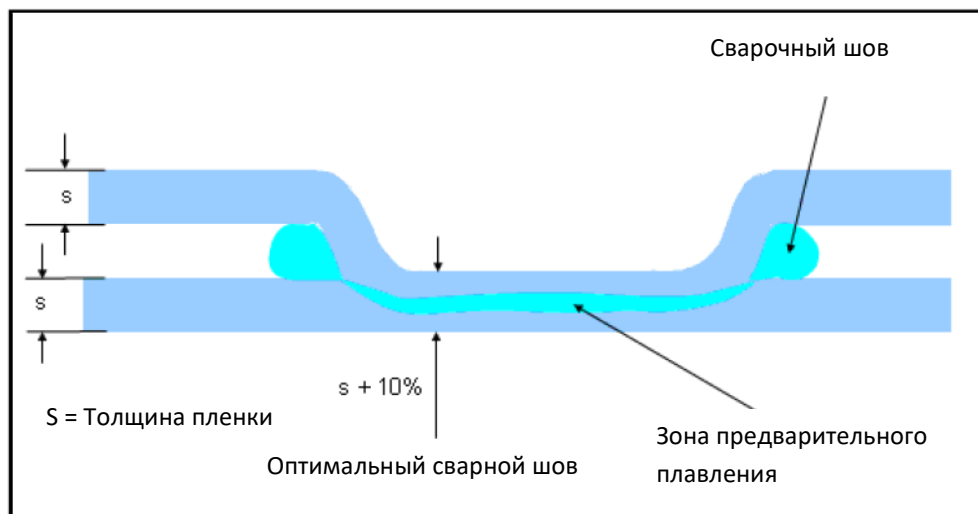

Рисунок 1: Схематическое изображение сварного соединения.
5. Для однослойных ТПУ пленок $\geq 0,200$ мм оптимальная толщина сварного соединения равна толщине пленки + 10% (см. рисунок 1).